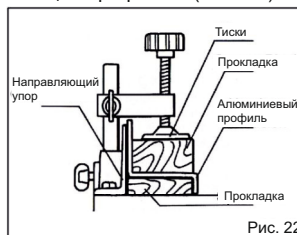

Рис. 22
- Используйте прокладки или куски металла, чтобы предотвратить деформацию алюминия при фиксации профилей. (Рис. 22)